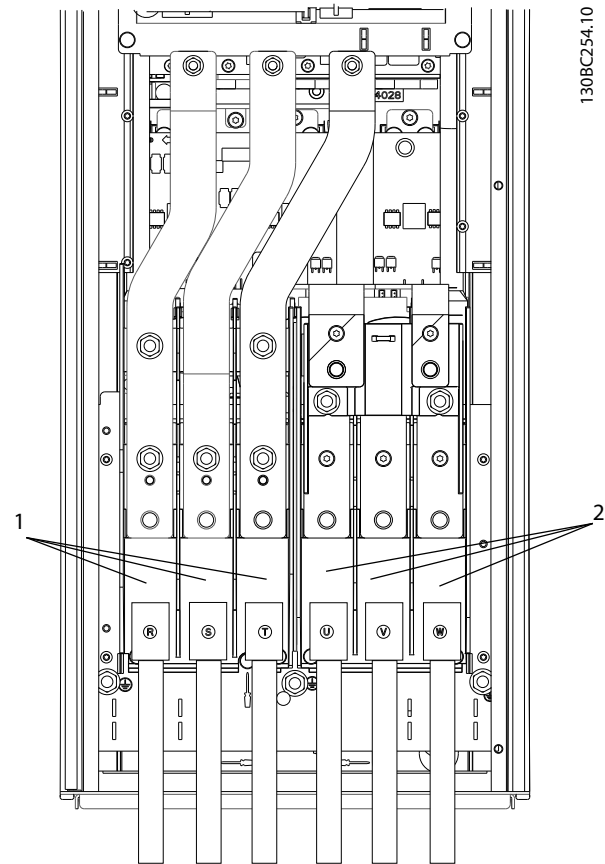

Рисунок 2.23 Подключение к сети питания переменного тока
- Подключите проводку трехфазной сети переменного тока к клеммам L1, L2, и L3 (см. *Рисунок 2.23*).